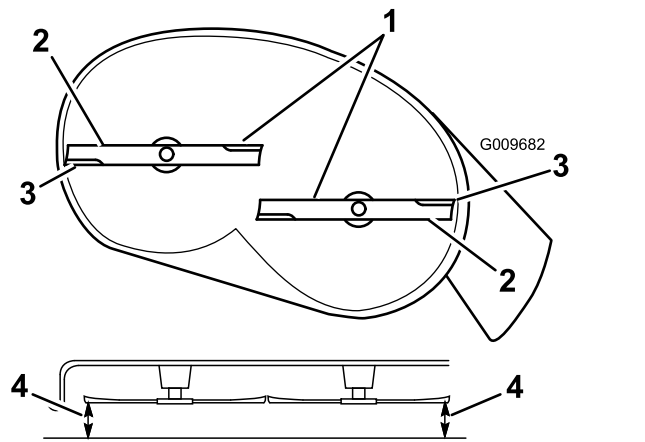

Figura 50
4. Gire cuidadosamente las cuchillas hasta que estén todas orientadas lateralmente (Figura 50 y Figura 50).
5. Mida entre los bordes de corte exteriores y la superficie plana (Figura 50). Si hay una diferencia de más de 5 mm (3/16") entre ambas dimensiones, se requiere un ajuste; siga con este procedimiento.